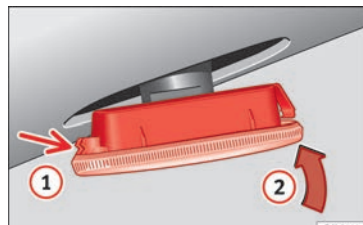

Fig. 115 Intermitentes laterales.
- Coloque el intermitente en primer lugar en el orificio de la carrocería, encajando las pestañas ① »» fig. 115, y a continuación encaje la lámpara como indica la flecha ② »» fig. 115.